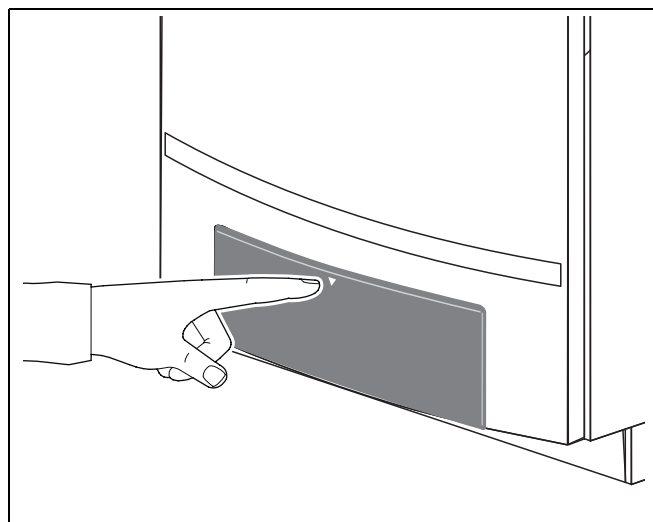

Рис. 97 Открытие полки
- Нажать и открыть крышку панели управления (рис. 97).
- Нажать и открыть крышку панели управления котла (рис. 97).